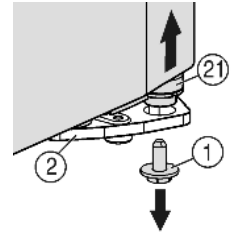
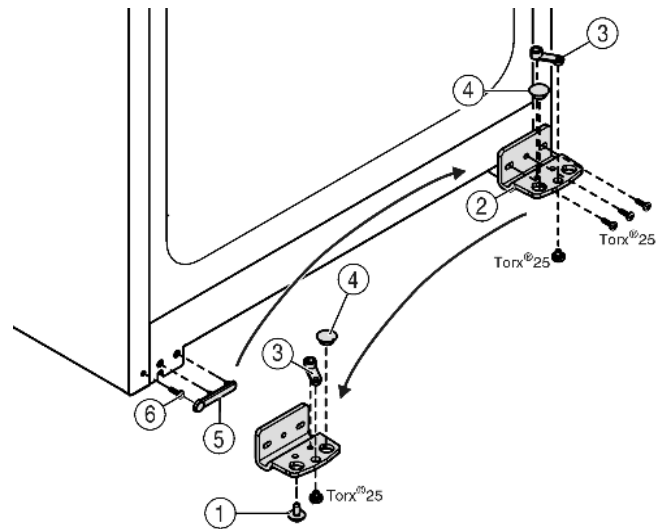

Fig. 4
Fig. 5
- ▶ Внизу справа на опорном кронштейне выкрутите фиксирующий винт Fig. 4 (1).
- ▶ Опорный палец Fig. 4 (21) можно извлечь из опорного кронштейна Fig. 5 (2).
- ▶ Если не удастся извлечь опорный палец Fig. 4 (21), нажмите на него снизу.
- ▶ Открутите опорный кронштейн Fig. 5 (2).
- ▶ Открутите опорную деталь Fig. 5 (3) и, переставив в отверстие на противоположной стороне опорного кронштейна, снова прикрутите.
- ▶ Извлеките заглушку Fig. 5 (4) из опорного кронштейна и переставьте ее в отверстие на противоположной стороне опорного кронштейна.
- ▶ Осторожно снимите крышку со стороны ручки Fig. 5 (5).
- ▶ Выкрутите болт Fig. 5 (6) и вкрутите на противоположной стороне.
- ▶ Снова установите крышку Fig. 5 (5).
- ▶ Снова прикрутите опорный кронштейн Fig. 5 (2) на новой стороне шарнира (с моментом 4 Нм). При необходимости используйте аккумуляторный шуруповерт.
- ▶ Вкрутите фиксирующий винт Fig. 4 (1) вниз в опорный палец и затяните (с моментом 4 Нм).